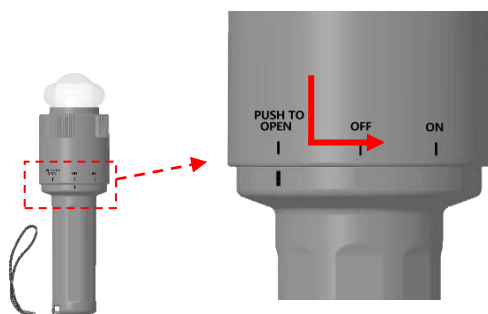

图 3-1
3.2.2 如图 3-1 所示，将求救信号灯主体的上、下壳相向推下；并保持不放，同时旋转灯体让下壳上的刻度线对齐“PUSH TO OPEN”然后松开，即可打开灯体；